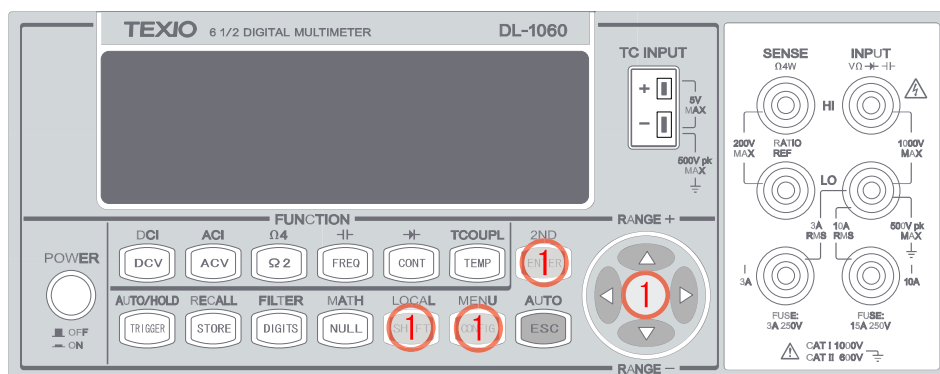

図 3-39
- ① SHIFT+CONFIG > SYSTEM > SYSTEM VER > ENTER の順に操作し、ファームウェアのバージョンを確認します。ディスプレイに3つの数字(XX-XX-XX)を表示します。最初の数字は計測用マイクロプロセッサ、2つ目は I/O プロセッサ用、最後の 1 つは前面パネルプロセッサ用のバージョンです。使用するボタンを図 3-39 に示します。